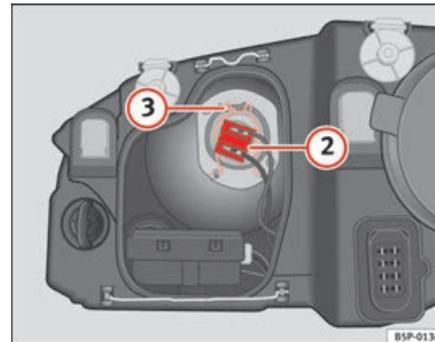

Abb. 189 Abblendlicht
- Ziehen Sie den Stecker ⇒ Seite 265, Abb. 189 ② von der Lampe ab.
- Die Haltefeder ⇒ Seite 265, Abb. 189 ③ durch Eindrücken und Rechtsdrehung abnehmen.